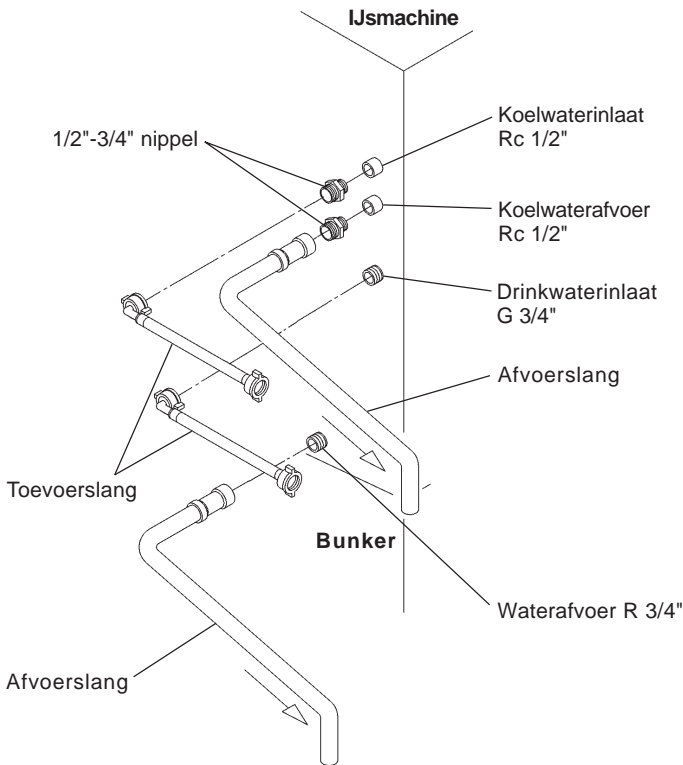

Fig. 11
[b] Aansluitingen volgens de voorschriften die afwijken van de WRC-voorschriften, met gebruikmaking van meegeleverde slangen (fig. 11)
- 2) Voor condensoraansluitingen moet u de meegeleverde slangen gebruiken en dezelfde aansluitingen maken als 1) tot en met 3), zoals in [a] boven op de vrije uiteinden van de 1/2"-3/4" nippels zoals aangegeven in fig. 11.